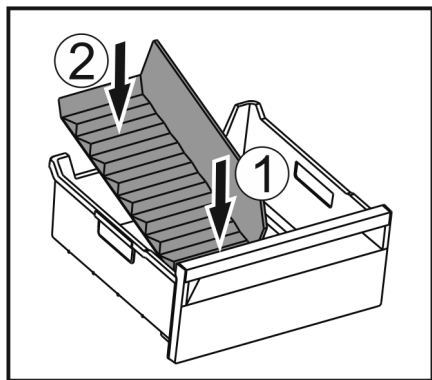

Fig. 176
- ▶ Вставити передню частину перегородки відділення для льоду. Fig. 176 (1)
- ▶ Опустити задню частину перегородки відділення до дна ящика для кубиків льоду. Fig. 176 (2)